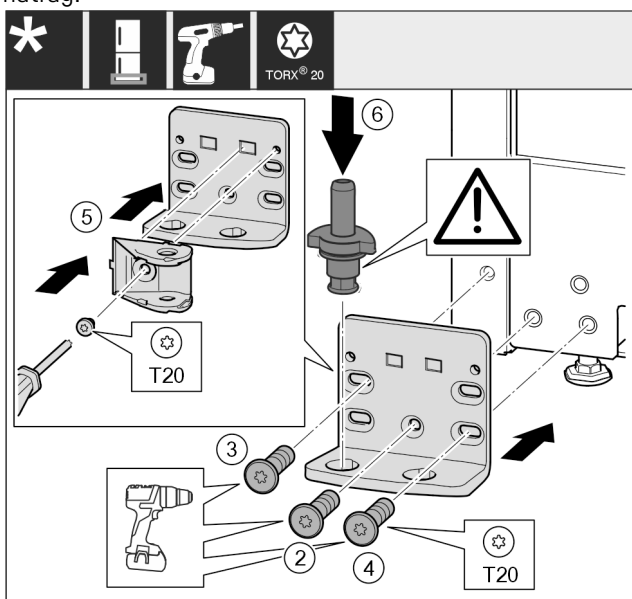

Fig. 21\*
- ▶ Postavite podložak ležaja na drugu stranu i pritegnite ga odvijačem. Započnite s vijkom Fig. 21 (2) dolje u sredini.\*
- ▶ Pritegnite vijak Fig. 21 (3) i vijak Fig. 21 (4).\*